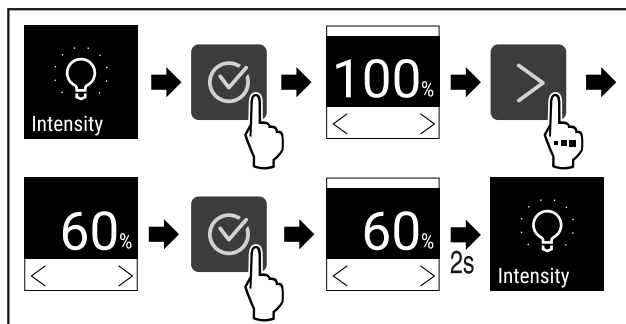

Fig. 72
- ▶ Wykonać czynności (patrz Fig. 72) .